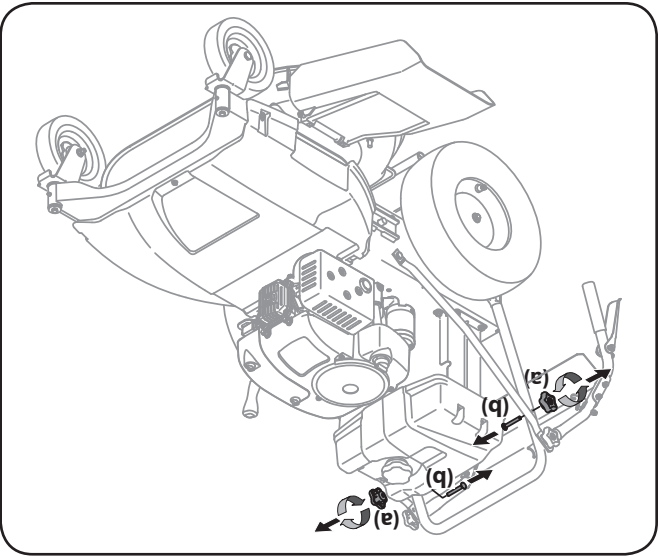

Figure 3-3
1. Retirez les boutons étoile et les boulons de carrosserie de la poignée inférieure. Voir Figure 3-3.